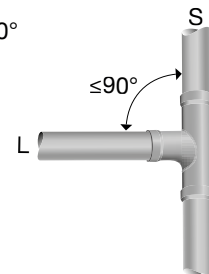

Fig. 3.2.4d.
- d. Liggande ledning (L) ska anslutas till stående ledning (S) med grenrör med vinkel $\alpha \leq 90^\circ$. Se fig. 3.2.4d.